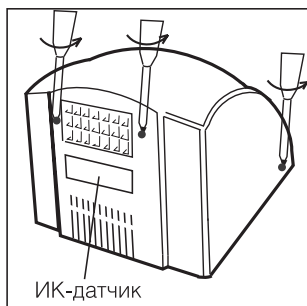

Рис. 3
2. При помощи отвертки вывинтите винты из нижней и боковых панелей сушилки и снимите крышку (рис. 3).